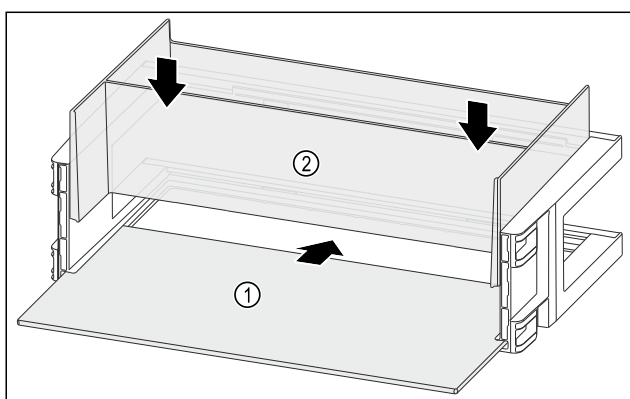

Fig. 125
- Insérer la tablette de rangement Fig. 125 (1) dans les évidements latéraux.
- Installer l'Organizer Fig. 125 (2).